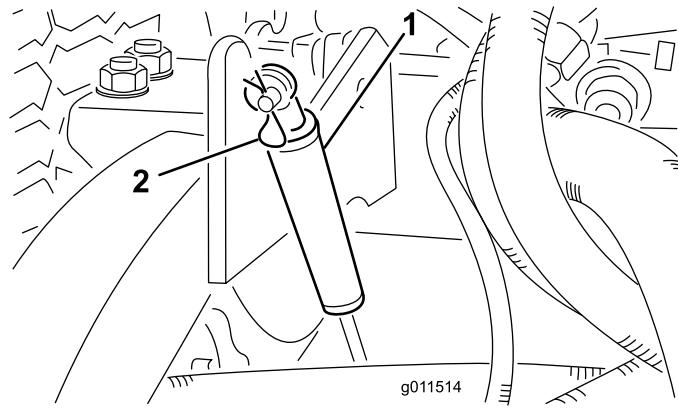

Figura 76
2. Togliete la coppia che fissa gli ammortizzatori ai bracci di sollevamento (Figura 76). Girate l'ammortizzatore verso la scocca.